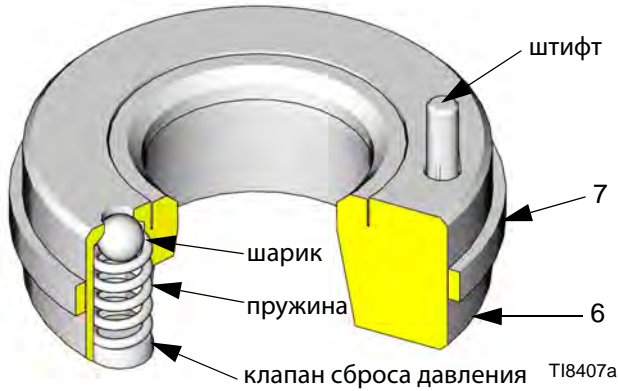

Рис. 7. Впускное седло с клапаном сброса давления
2. Используйте **текстовую отливку на впускном корпусе** (15) в качестве направляющей для установки впускного седла клапана сброса давления (6★). Штифт в седле (см. Рис. 7) должен быть направлен в сторону впускного корпуса (15). Штифт помогает правильно расположить седло (6★), чтобы канал не блокировался частью корпуса.